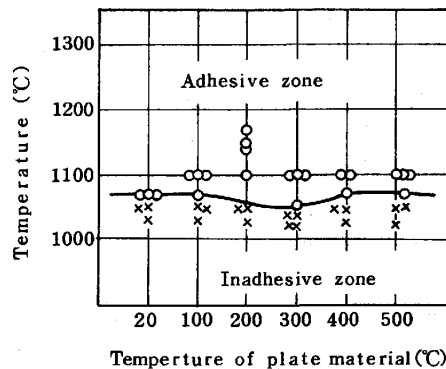

Fig. 1 Adhesive temperature between heating slag on thermocouple and a piece of collision plate.
- 3) 非晶質スラグの衝突板への付着下限温度は 1050~1070°C である。(Photo. 2, Fig. 1)